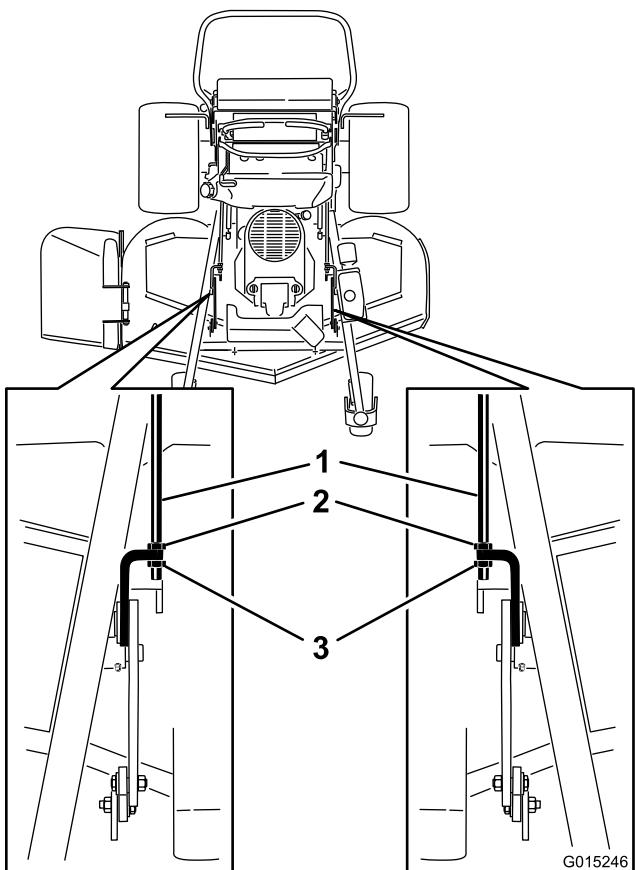

Figure 95
3. Pour les tabliers de coupe de 122 et 132 cm (48 et 52 po), desserrez les deux écrous avant et arrière sur les tiges de réglage (Figure 95).
Remarque: Le tablier de coupe doit reposer entièrement sur les 3 cales de 2x4 (Figure 95).
- Si les dimensions ne sont correctes, réglez les écrous avant et arrière de chaque côté pour obtenir l'inclinaison longitudinale correcte (Figure 95).